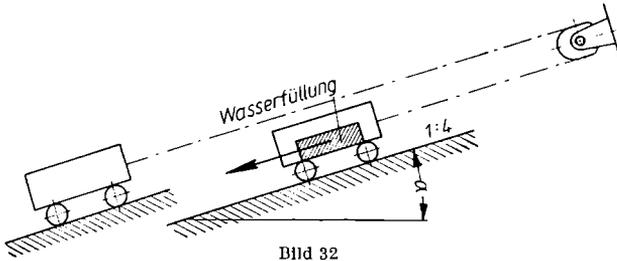

Bild 32
40. Eine Bergbahn von der Steigung 1 : 4 wird so betrieben, daß ein aufwärts fahrender Wagen mit einem abwärts fahrenden durch ein Drahtseil verbunden ist, das um eine auf der Bergspitze angeordnete Führungsrolle läuft (Bild 32). Der Antrieb des zu Tale fahrenden Wagens erfolgt durch eine auf Bergeshöhe eingelassene Wasserfüllung von 1,3 m³. Das Eigengewicht der Wagen beträgt je 7000 kp; der Fahrwiderstand der Reibung, in der Schrägrichtung gemessen, an beiden Wagen zusammen 120 kp. Das Gewicht des Drahtseils wurde vernachlässigt. a) Mit welcher Beschleunigung fahren die Wagen an? b) Nach welcher Zeit erreichen sie die Fahrgeschwindigkeit 2,6 m/s?